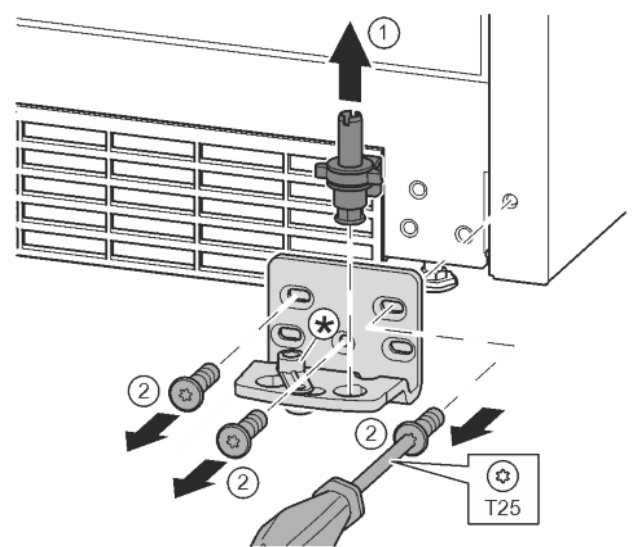

Fig. 11
- ▶ Опорний гвинт цілком витягніть рухом вгору. Fig. 11 (1)
- ▶ Викрутіть гвинти за допомогою викрутки T25 та зніміть опорний кронштейн. Fig. 11 (2)